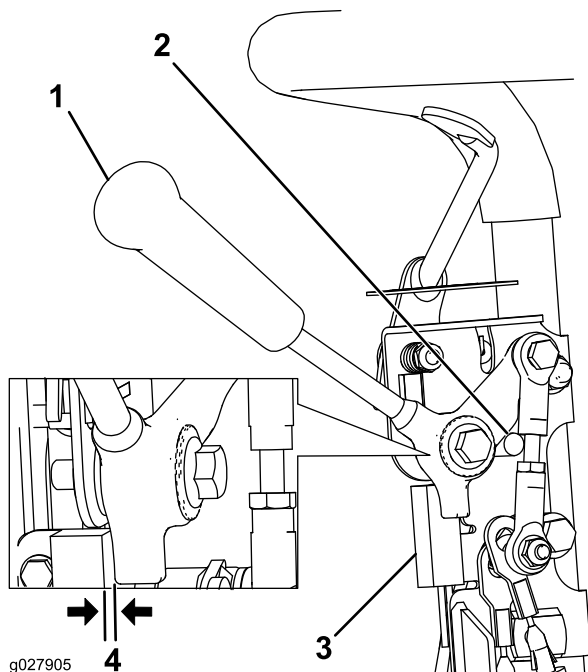

Figura 30
1. Certifique-se de que o motor está desligado e que a alavanca de tração está desengatada e colocada na paragem neutra (Figura 30).
2. Desaperte as juntas de montagem do interruptor de segurança (Figura 30).
3. Coloque uma cunha de 0,8 mm entre a alavanca de tração e o interruptor de segurança (Figura 30).